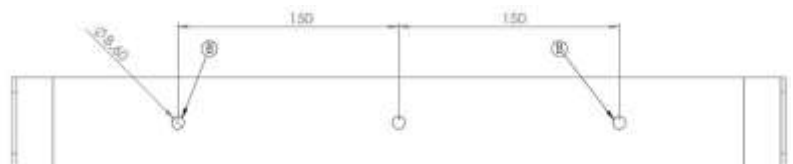

Fig.5
- Fijar la pletina de sujeción a techo/pared por los orificios que se indican en la figura 4, con los tornillos y accesorios necesarios (No suministrados). La distancia de los taladros (para tornillos M8) se puede ver en la fig.5
- Fix the plate to the wall across the holes in the plate (Fig.4) with the necessary screws and accessories (Not supplied). Holes distances are in Fig. 5.